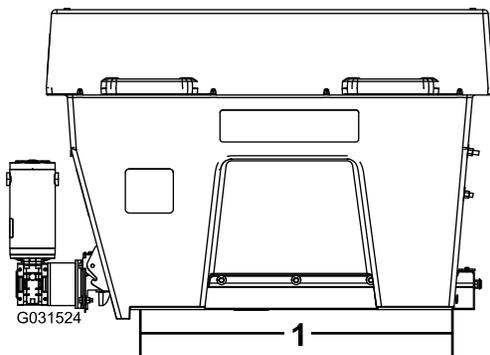

Figure 6
1. Avec un foret de 7/16 pouce, repérez et percez des trous pour les anneaux en D, comme montré à la Figure 6. Alignez l'anneau en D arrière sur le dos du pied arrière de l'épandeur.